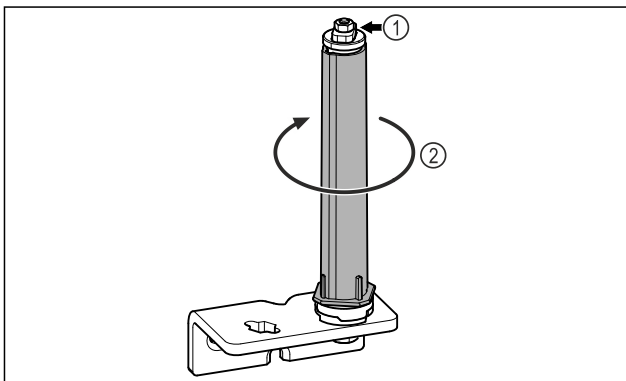

Fig. 14
- Ne pas démonter le système de fermeture de la porte Fig. 14 (1).
- Faire tourner le système de fermeture Fig. 14 (2) jusqu'à entendre un clic.